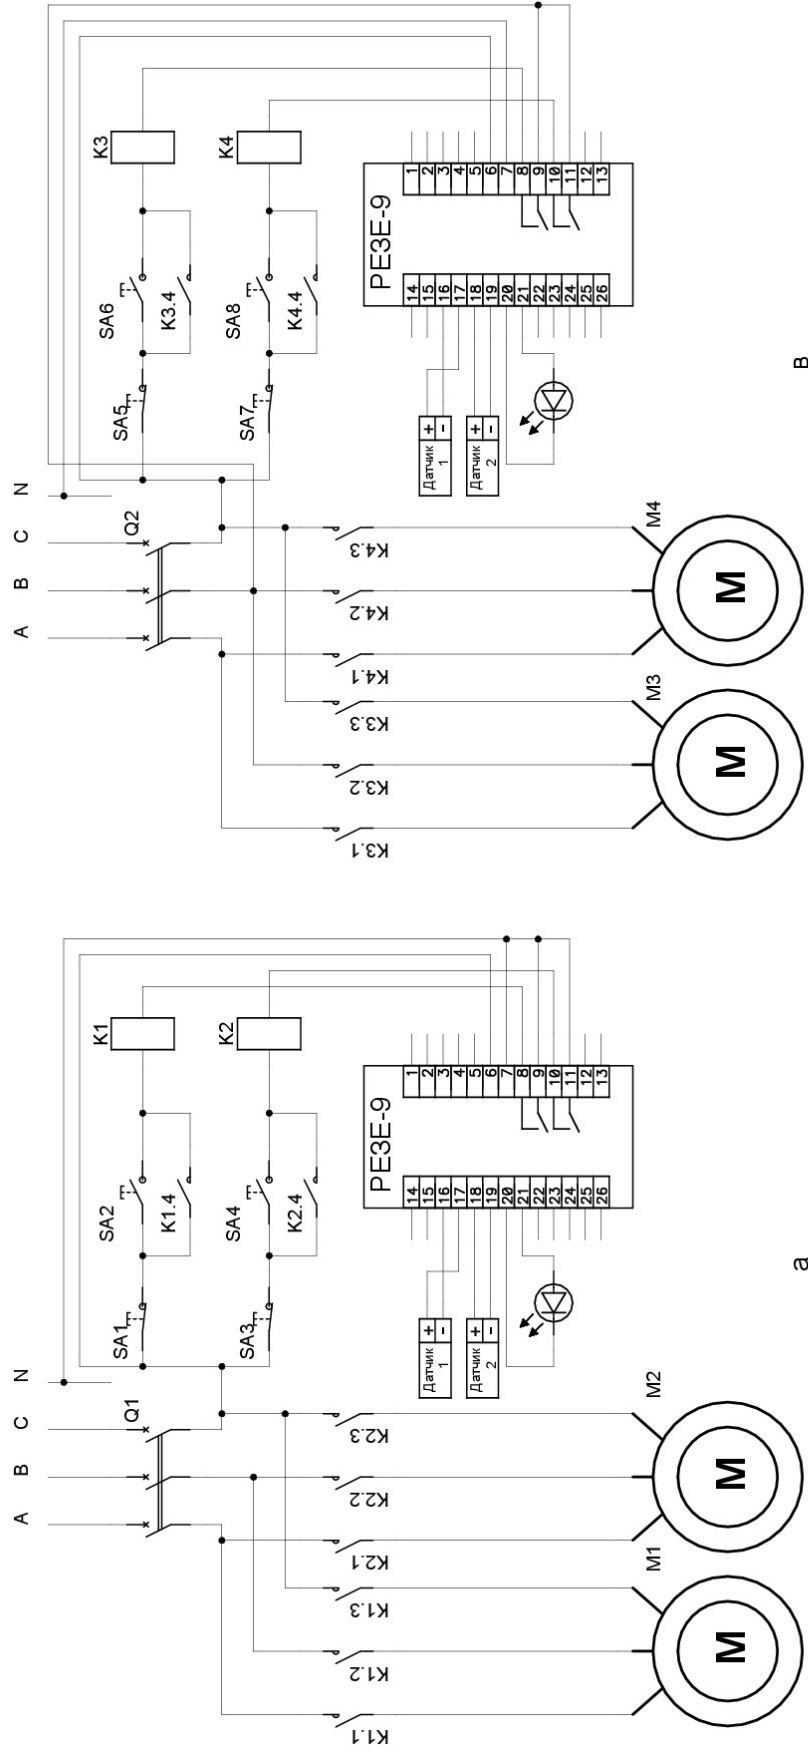

Рис. 6.3. Схема электрическая соединений РЕ3Е-9 в случае отключения двух двигателей
6.2.4 Произвести монтаж схемы электрической соединений реле согласно рис. 6.2 (реле отключает один двигатель) или рис. 6.3 (реле отключает два двигателя).